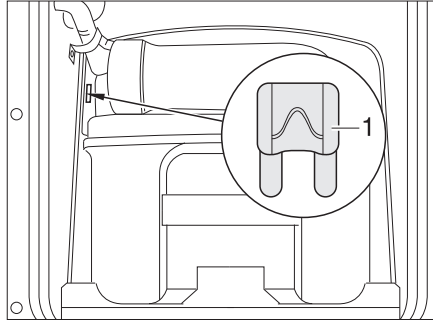
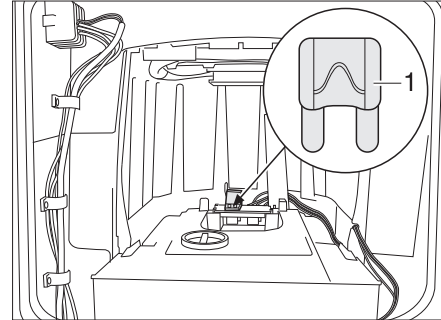

Bild 303 Sicherung der Thetford-Toilette
Bild 304 Sicherung der Thetford-Toilette (Alternative)
- Die Sicherung (Bild 303,1 bzw. Bild 304,1) wechseln.